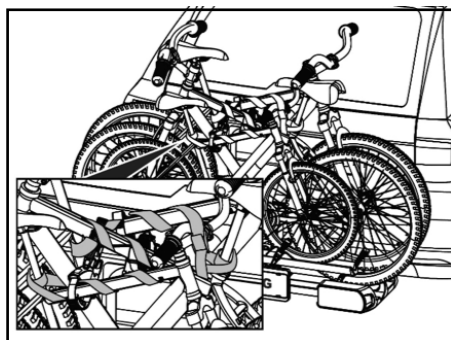

Figure 12: Pose de la sangle de sécurité
- Avant chaque déplacement, contrôlez que la sangle soit correctement fixée autour des vélos et de l'étrier en U du porte-vélos (Fig. 12).